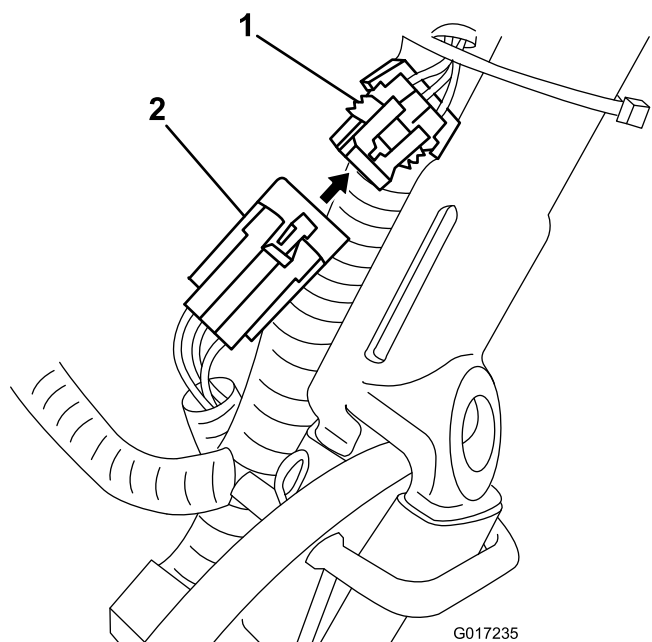

图12
3. 从主线束断开电池组小接头到机器线束的连接 (图 12)。
14. 将电池组到机器的线束布到机器左侧主线束的下后方，将线束上的小型 6 针接头连接到图12 所示主线束上的匹配接头上。